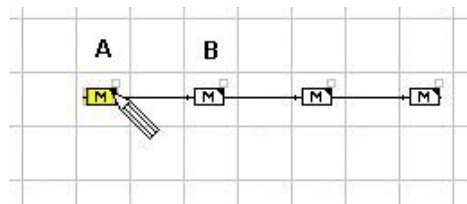

Abbildung 13: Verbindungslinien zwischen Ressourcen
- ☞ Wählen Sie vor dem Verbinden die Relation aus. Ziehen Sie mit gedrückter Maustaste die Verbindungslinie. Siehe auch: Abbildung 13.